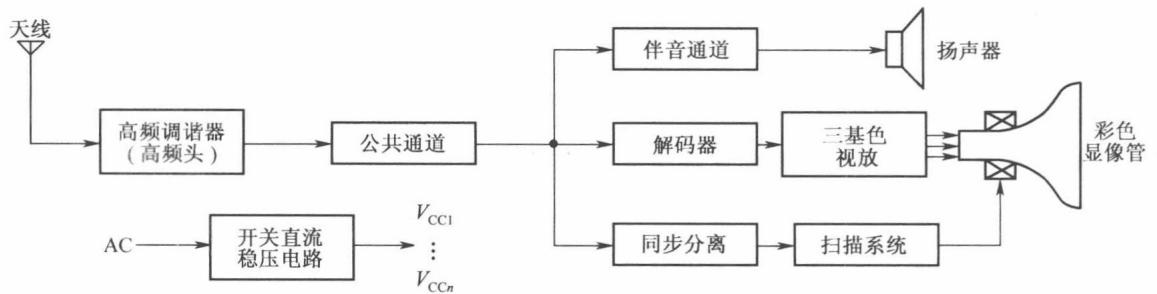

图 1-2 彩色电视接收机功能框图之一
(1) 在公共通道末端分离两种信号（与黑白电视机的情况相同），优点是中放电路结构较简单，但对电路要求较高，电路功能方框图如图 1-2 所示。